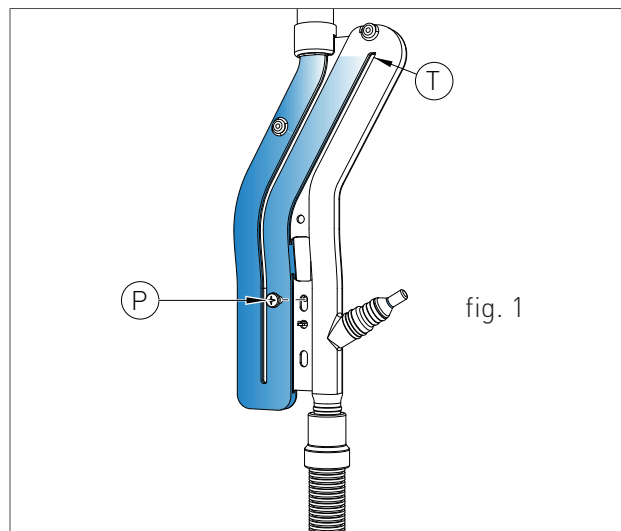

fig. 1
3. collegare un tubo di gomma al rubinetto di scarico posizionato in alto al blocco condensazione e svitare in senso anti orario la valvolina (2-fig.1);
- › Svitare la vite "P" (fig. 1), estrarre il sifone e riempirlo con acqua fino al punto più alto "T" (fig. 1);